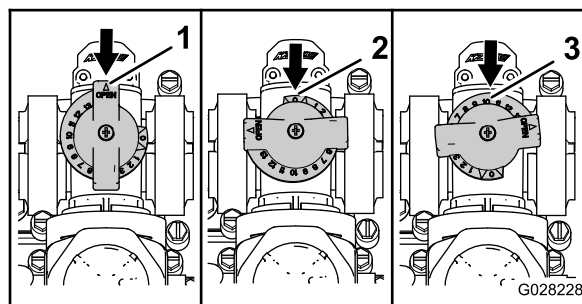

图30
- 图30 中 A 所示为搅拌旁通阀处于完全“打开”位置。
- 图30 中 B 所示为搅拌旁通阀处于“关闭（0）”位置。
- 图30 中 C 所示为搅拌旁通阀处于中间位置（经打药车系统压力表进行调节）。